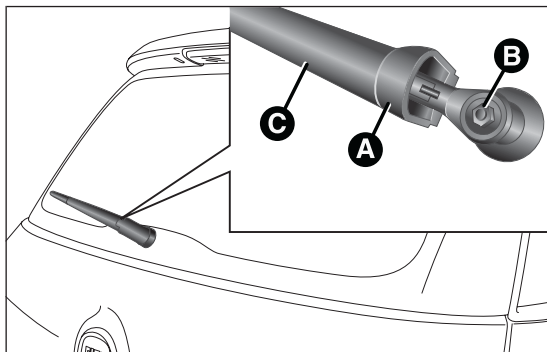

fig. 205
- soulever le couvercle A fig. 205, dévisser l'écrou B et retirer le bras C ;